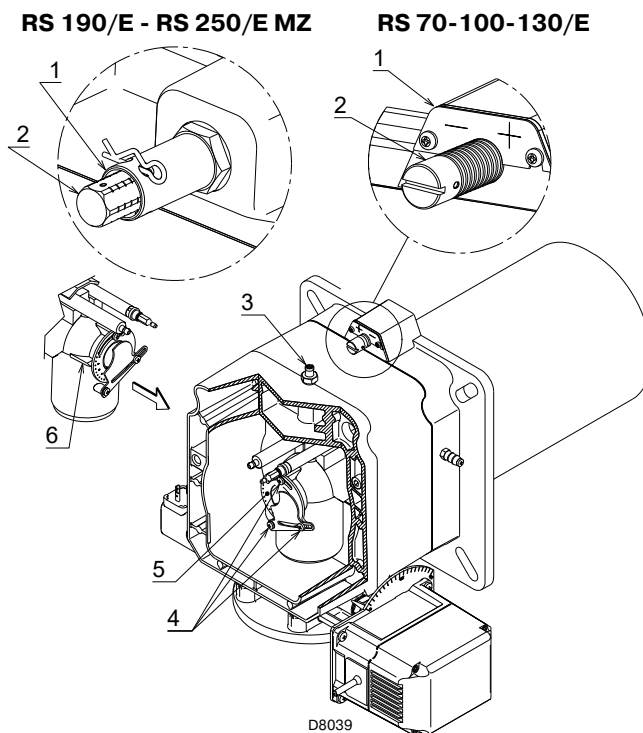

Рис. 18
- Повернуть винт 2 (Рис. 18), чтобы он совпал с риской на передней плоскости 1) фланца.
Чтобы упростить регулировку, ослабить винт 3) (Рис. 18), выполнить регулировку, затем заблокировать.
- Ослабить винта 4) (Рис. 18) и повернуть зажимное кольцо 5) так, чтобы совпала с риской на указателе 6).